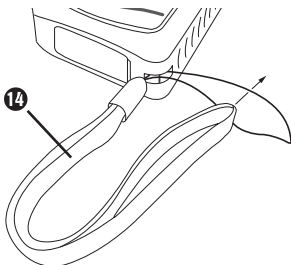

Bild 1
- ◆ Fäst handremmen **14** i den öppning som är avsedd för detta så som visas på bild 1.